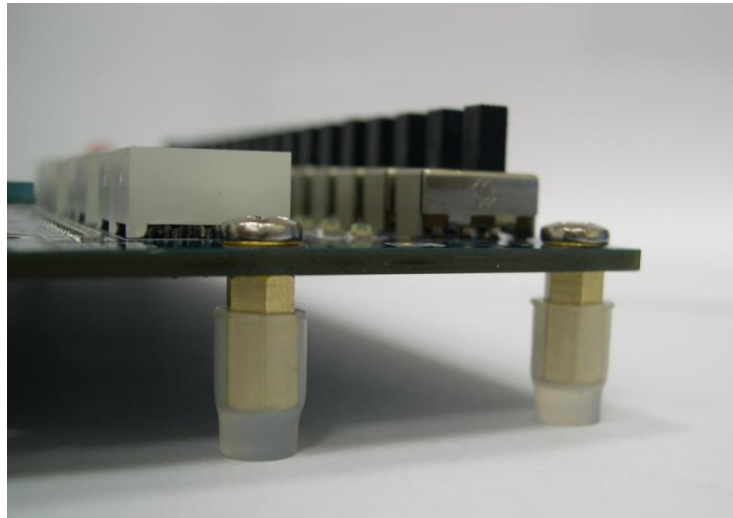

图 1-2 DE0 开发板铜脚
- 如图 1-2，把硅胶脚套分别装在 DE0 开发板的四个铜脚上